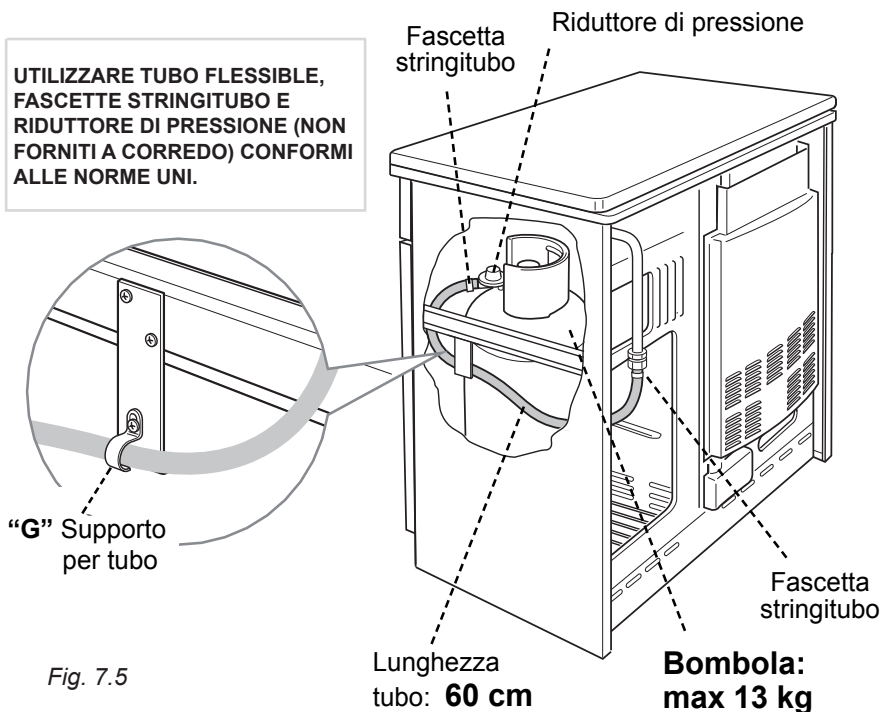

Fig. 7.5
**NEL CASO IN CUI IL COLLEGAMENTO GAS VENGA ESEGUITO MEDIANTE ALLACCIAMENTO ALLA BOMBOLA POSIZIONATA NELL'APPOSITO VANO, FARE RIFERIMENTO AL CAPITOLO "PORTABOMBOLA" ED ALLA FIG. 7.5**